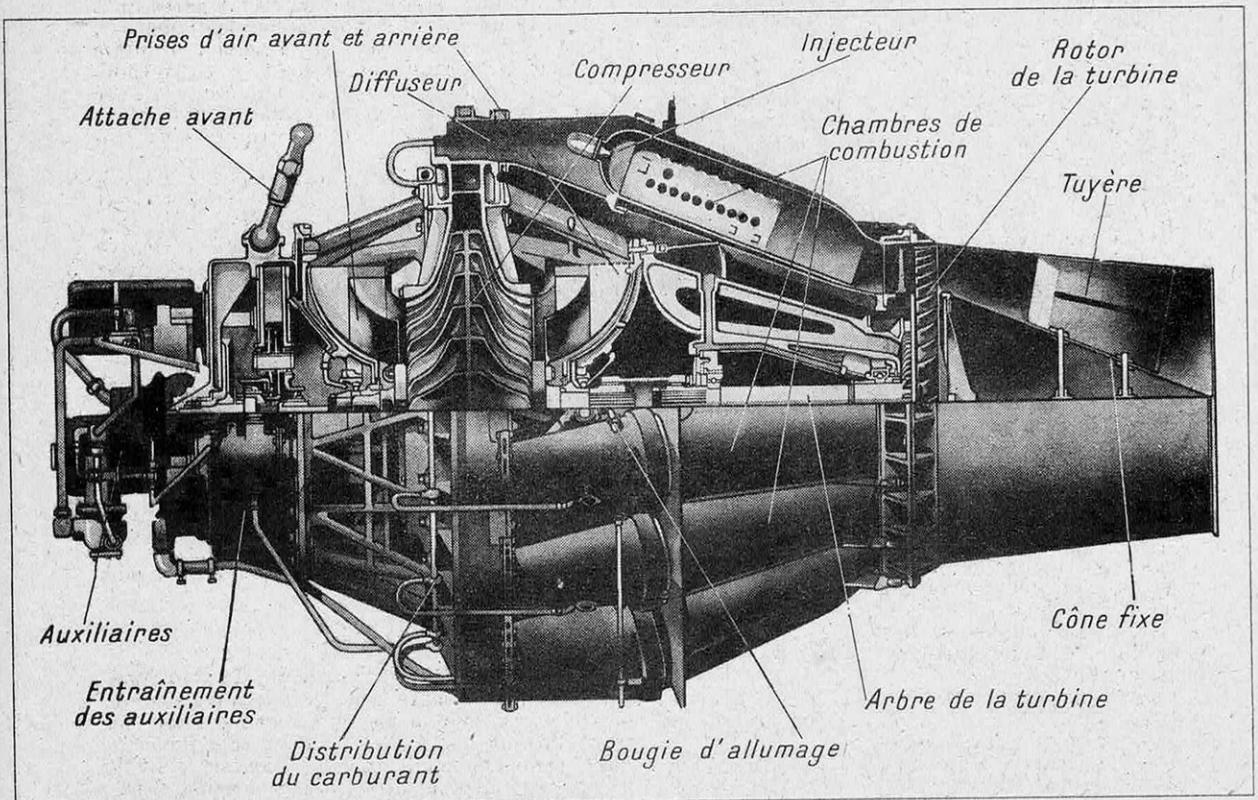

FIG. 2. — LE TURBORÉACTEUR GENERAL ELECTRIC I-40 (J-33 DANS L'AVIATION AMÉRICAINE)
Au moment où il a été conçu, le General Electric I-40 (fig. 2) (1) était un des plus puissants turbo-réacteurs. Il est maintenant égalé par le turbo-réacteur anglais Rolls-Royce « Derwent V » de 1 815 kg de poussée et surpassé par le Rolls-Royce « Nene » et le De Havilland « Ghost » qui développent 2 268 kg de poussée.